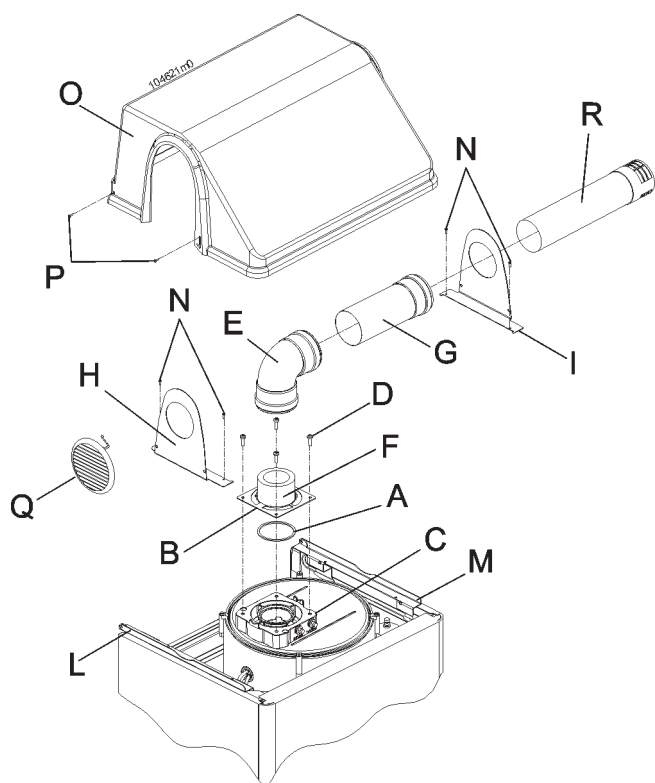

Figura 18 - Installazione del kit "singolo 80"
**ATTENZIONE!!!** Il sistema di scarico "Singolo 80", viene fornito di serie per prelevare l'aria per la combustione dall'ambiente in cui si trova l'apparecchio (normalmente all'aperto). Se l'apparecchio viene installato in un locale chiuso, oppure il luogo ove è installato viene chiuso successivamente (Es. balcone verandato) occorre convogliare l'aspirazione dell'aria all'esterno, (previa installazione dell'apposito kit "sdoppiato 80/80" di cui al capitolo 3.15.3) oppure ventilare il locale e renderlo conforme a tutti i requisiti richiesti per caldaie a camera aperta di tipo B (vedi UNI 7129). L'apparecchio viene fornito di serie senza raccordi per il collegamento dello scarico fumi/aspirazione aria. Per collegare la caldaia ad un sistema "singolo 80" occorre richiedere l'apposito kit ed installarlo seguendo la figura 18 nel seguente modo;